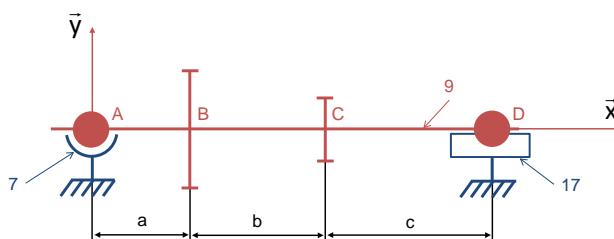

Figure 20 – Boite de vitesse
Soit  $R(A, \vec{x}, \vec{y}, \vec{z})$  le repère lié à l'arbre (9) modélisé par une poutre d'axe  $(A, \vec{x})$ , figure 20.